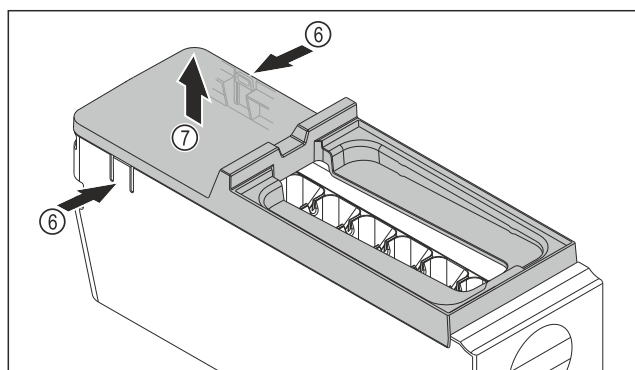

Fig. 137
- ▶ Fjern dekselet til hoveddelen til EasyTwist-Ice: Trykk på tappene Fig. 137 (6) på begge sider av hovedenheten til EasyTwist-Ice- med én hånd.
- ▶ Fjern dekselet Fig. 137 (7) ved å trekke det oppover med den andre hånden.